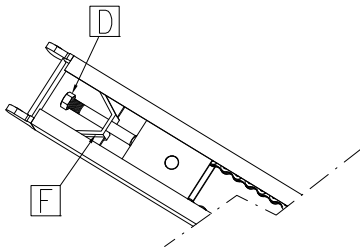

Abb. 2
- Die Mutter D lockern Vorgelegehalterung F ziehen (Abb. 2)